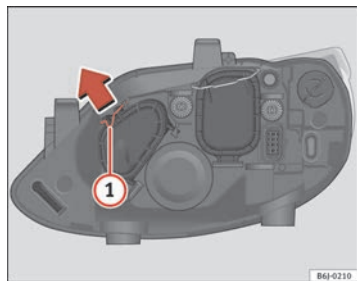

Fig. 138 Abbaglianti
- Far scorrere il tirante ① nel senso della freccia e sfilare la chiusura ⇒ fig. 138.